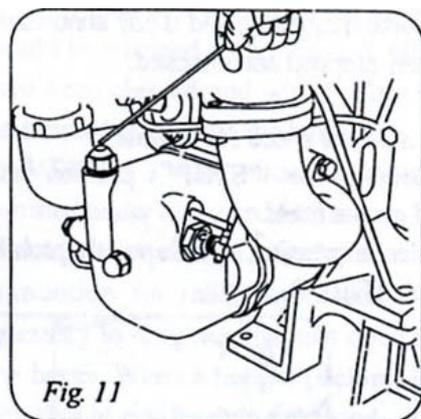

Рис.11
3.3.2 Установите рычаг контроля скорости в положении "СТОП". Удерживайте рычаг декомпрессора в левой руке в открытом состоянии, чтобы удостовериться, что двигатель находится без нагрузки. После этого проверните двигатель ручкой старта, постепенно ускоряясь (рис. 11). Появление красного поплавка означает нормальную работу насоса смазочных материалов с достаточным количеством масла. Иногда, количество масла может быть недостаточным в насосе. В этом случае, тщательно проверьте и долейте соответствующее количество масла.
Регулярно проверяйте уровень масла в системе, с помощью красного поплавка (рис.11). Если поплавок опущен – *немедленно* остановите двигатель для проверки масла.